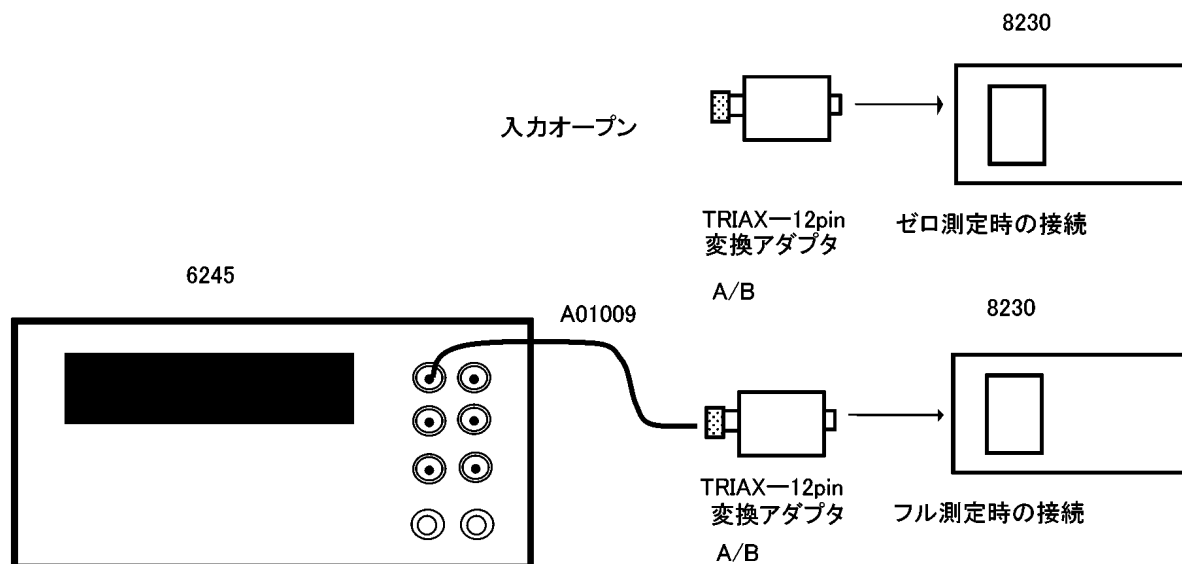

図 6-1 パフォーマンス・テスト時の接続図
本器のパフォーマンス・テストに必要な接続を図 6-1 に示します。
3. センサを外し、代わりに TRIAX-12pin 変換アダプタ A を介し、本器と電流発生器 (以下 VIG) を図 6-1 のように接続します。